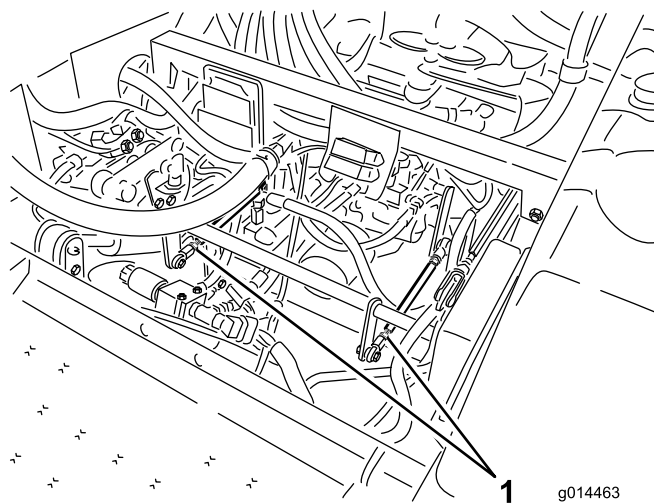

Рисунок 59
- Если вращается левое колесо, отпустите зажимную гайку на левой тяге управления трансмиссией (Рисунок 59).